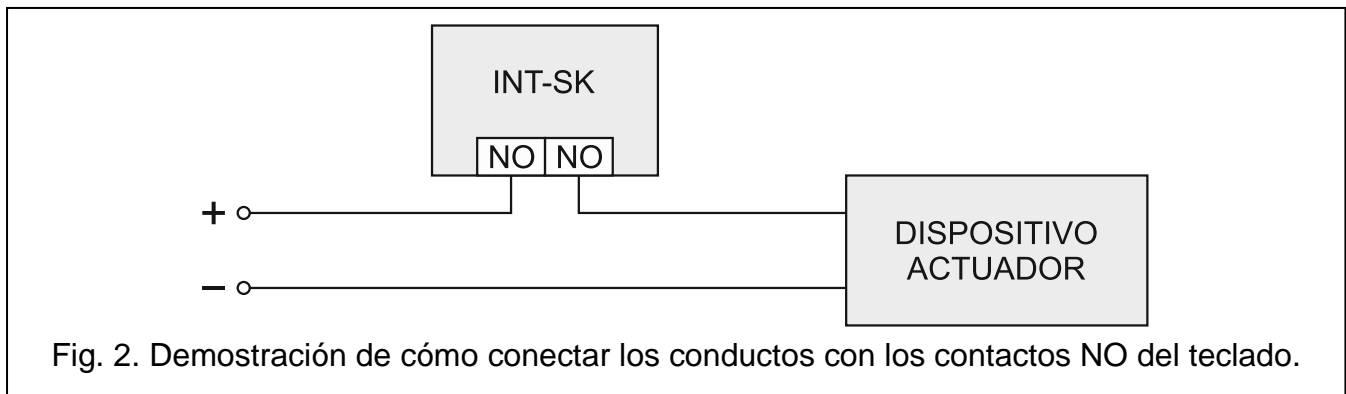

Fig. 2. Demostración de cómo conectar los conductos con los contactos NO del teclado.
8. Si el teclado de partición debe controlar la cerradura eléctrica, el cierre electromagnético u otro dispositivo actuador de puertas, es necesario conectar los conductos convenientes con los contactos NO (ver: fig. 2). No se recomienda que el dispositivo actuador se alimente de la misma fuente de alimentación que el teclado de partición.